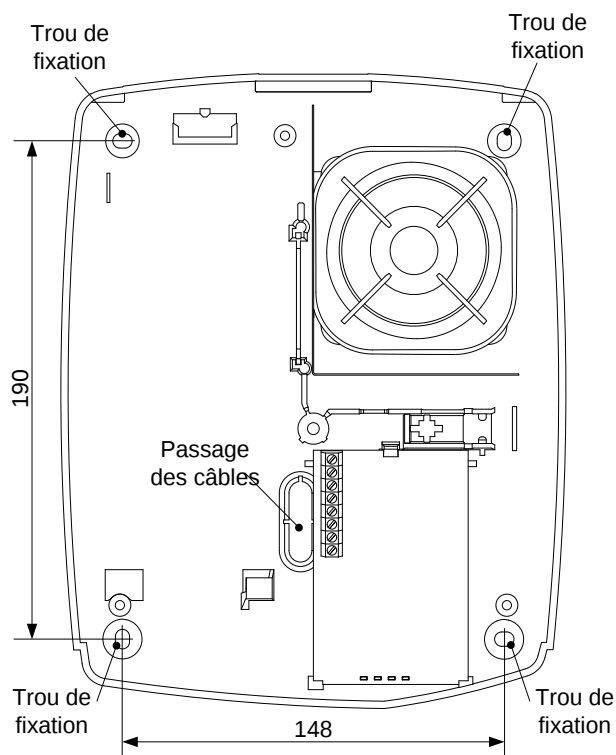

Figure 2 - Vue du bas de la sirène - dimensions en mm
- Procéder à l'installation murale en utilisant les trous de fixation appropriés sur le fond du conteneur (comme indiqué dans *figure 2*).